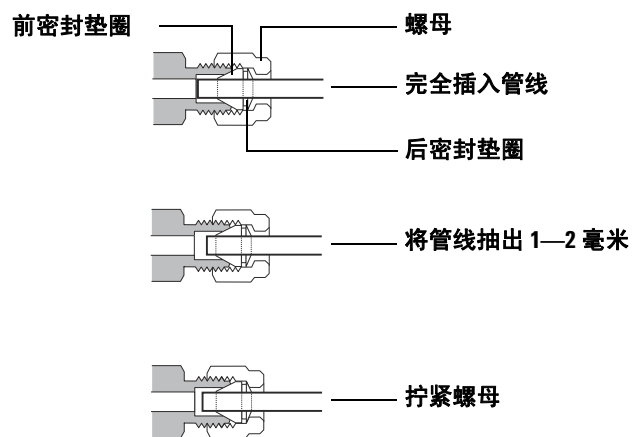

图 11 插入管线
- 5 将管线完全推入插头中，然后将其抽出大约 1 至 2 毫米（图 11）。